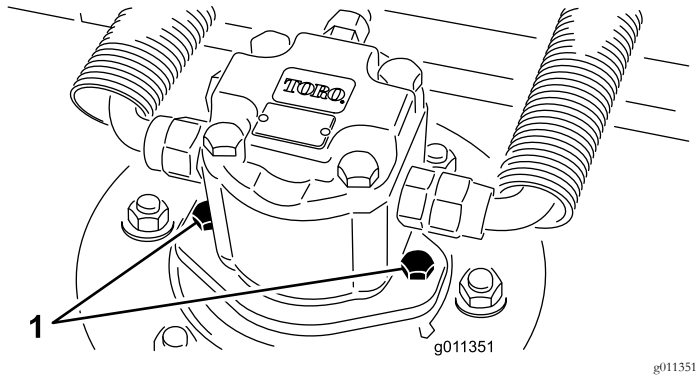

图71
2. 从刀盘中断开并取出液压马达 (图71)。盖住铰轴的顶部防止污染。
3. 将液压马达安装到刀盘上 (图71)。确保 O 形圈到位且没有受到损坏。